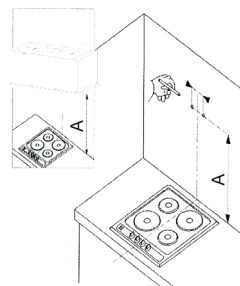

Рис. 4
- Приложите корпус вытяжки к стене (рис. 4), сохраняя минимальное 65 см для газовых и 50 см для электрических плит между нижним краем вытяжки и поверхностью для приготовления пищи на плите (рис. 3).